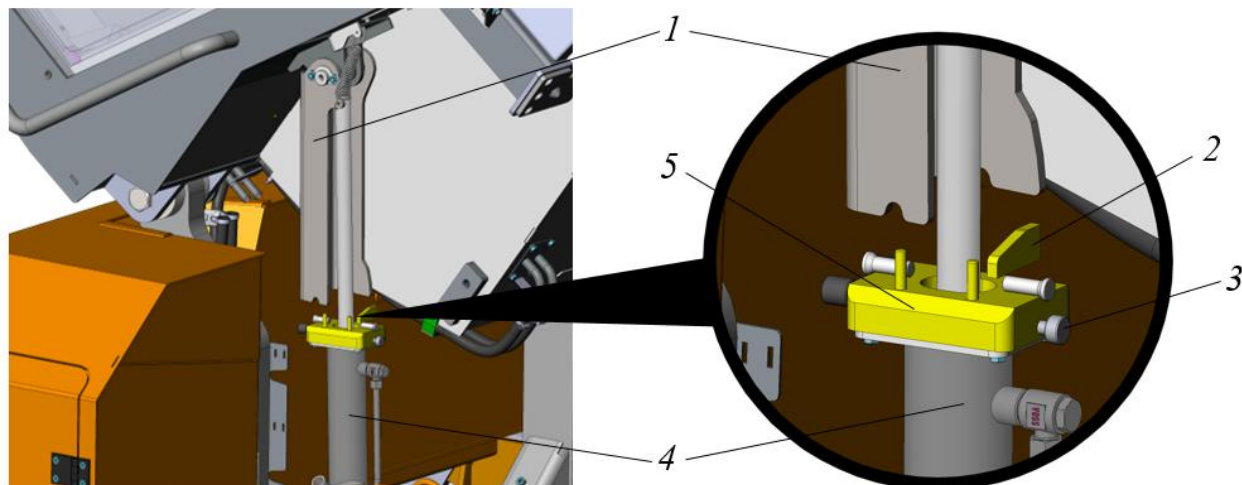

Рисунок 3.40. Процедура подъема кабины оператора
- ▷ Опора блокиратора поз. 1 должна быть немного выше блокиратора 5, см. рис. 3.40 и иметь возможность перемещаться.